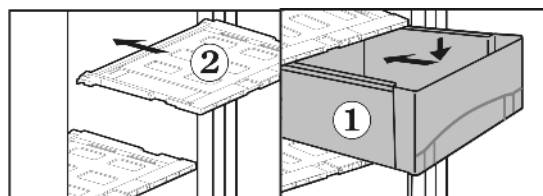

Fig. 17
- Установите крышки выдвижного ящика Fig. 17 (2): поперечные ребра крышки выдвижного ящика вставьте снизу в задние направляющие, защелкните спереди фиксатор в направляющей.
- Выдвижные ящики Fig. 17 (1) установите на направляющие и вдвиньте полностью до ясно слышимого защелкивания.